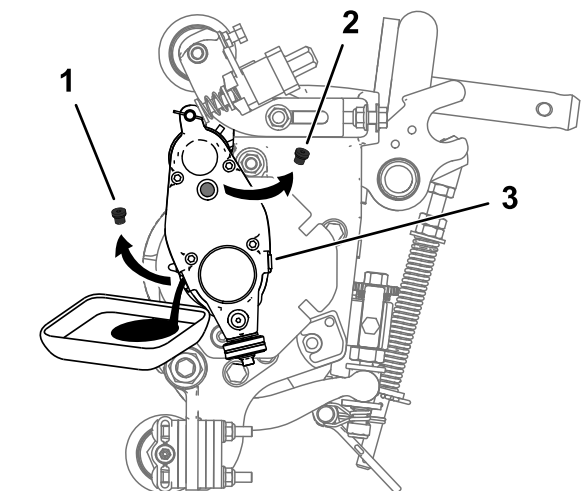

Bild 26
5. Kippen Sie die Schneideinheit nach hinten auf den Ständer, bis der Ablassanschluss unten ist, um ein komplettes Ablassen sicherzustellen (Bild 26).